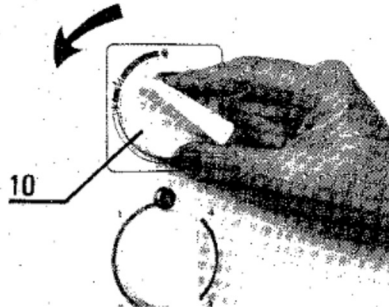

Fig. 1
3) Tourner le bouton (10) dans le sens de la flèche. Le déclic en face du repère * (allumage piézo) provoque l'étincelle de l'allumage de la veilleuse (fig. 1).